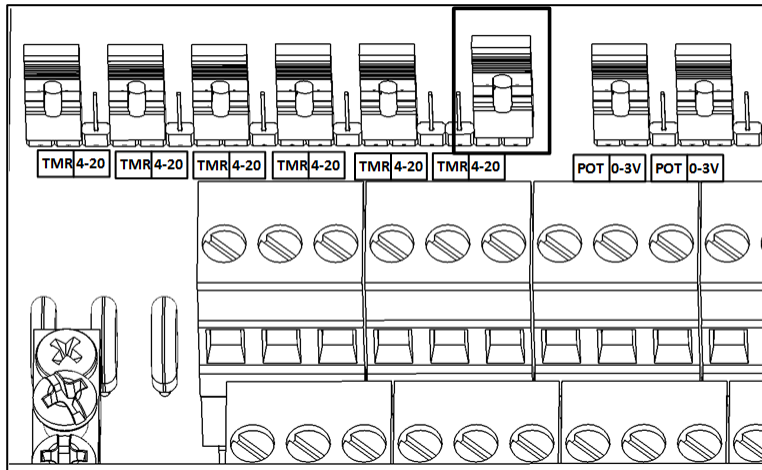

Figura 31: Puentes de sensor de CO2
2. Coloque el puente correspondiente al puerto de entrada analógica en 4 -20 (Figura 31).